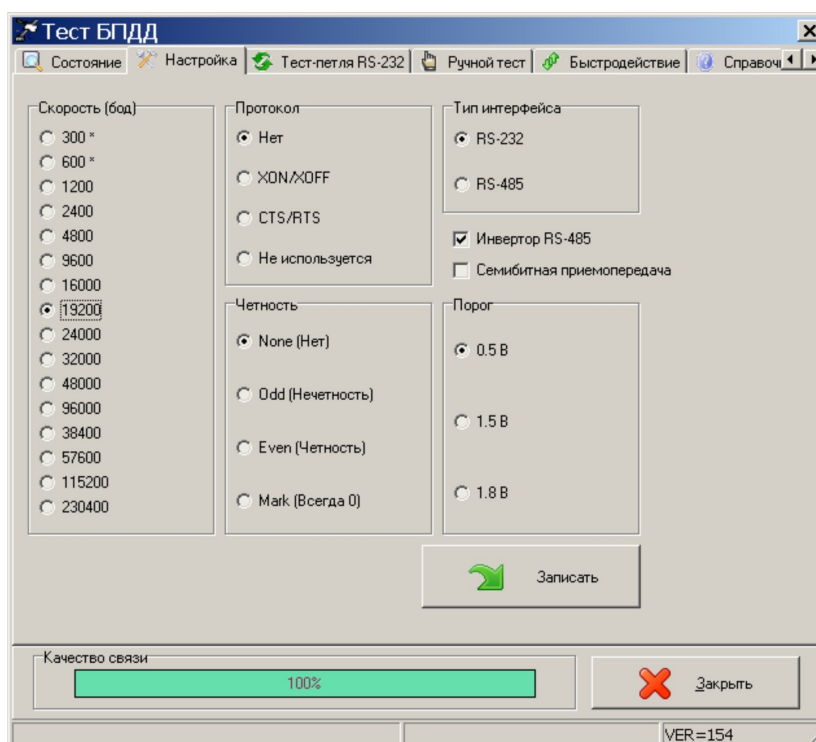

Рисунок 14
2) Выбрать в таблице устройств блок «БПДД». В окне «Поиск» выбрать команду «Тест», затем вкладку «Настройка» и установить следующие параметры конфигурации БПДД-CAN (рисунок 14):